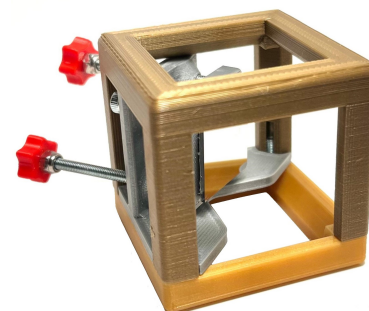

Abb. 11: Fertiger Würfel
- (14) Befestigen Sie den Würfel mit den **INBUS-ZYLINDERKOPFSCHRAUBEN, M3X12**.
- (15) Setzen Sie die **FERTIGE SPIEGELPLATTE** vorsichtig mit den Magneten auf die 3 Schrauben im Würfel (Abbildung 11).